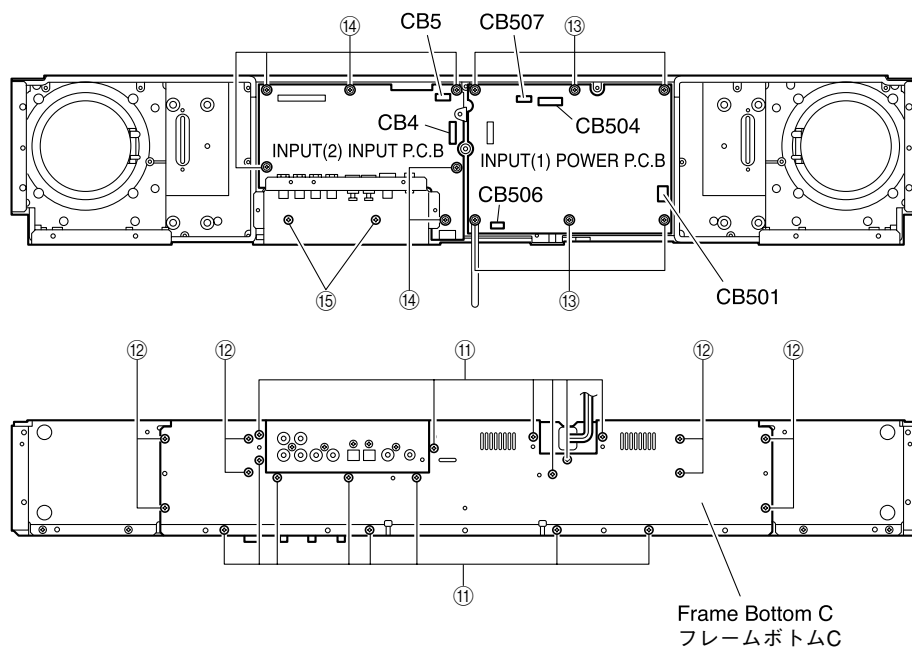

Fig. 4
- Remove 14 screws (11) and 8 screws (12). (Fig. 4)
- Remove connector CB501. (Fig. 4)
- Remove the Frame Bottom C. (Fig. 4)
10. Removal of INPUT (1) POWER P.C.B.
- Remove connectors CB4, CB504, CB506 and CB507. (Fig. 4)
- Remove 6 screws (13). (Fig. 4)
- Remove the INPUT (1) POWER P.C.B.. (Fig. 4)
- ⑪のネジ14本、⑫のネジ8本を外します。(Fig. 4)
- コネクタCB501を外します。(Fig. 4)
- フレームボトムCを取り外します。(Fig. 4)
- コネクタCB4、CB504、CB506、CB507を外します。(Fig. 4)
- ⑬のネジ6本を外します。(Fig. 4)
- INPUT(1)POWER P.C.B.を取り外します。(Fig. 4)
11. Removal of INPUT(2) INPUT P.C.B.
- Remove connector CB5. (Fig. 4)
- Remove 6 screws (14) and 2 screws (15). (Fig. 4)
- Remove the INPUT (2) INPUT P.C.B.. (Fig. 4)
12. Removal of INPUT (4) SWITCH P.C.B.
- コネクタCB5を外します。(Fig. 4)
- ⑭のネジ6本, ⑮のネジ2本を外します。(Fig. 4)
- INPUT(2)INPUT P.C.B.を取り外します。(Fig. 4)